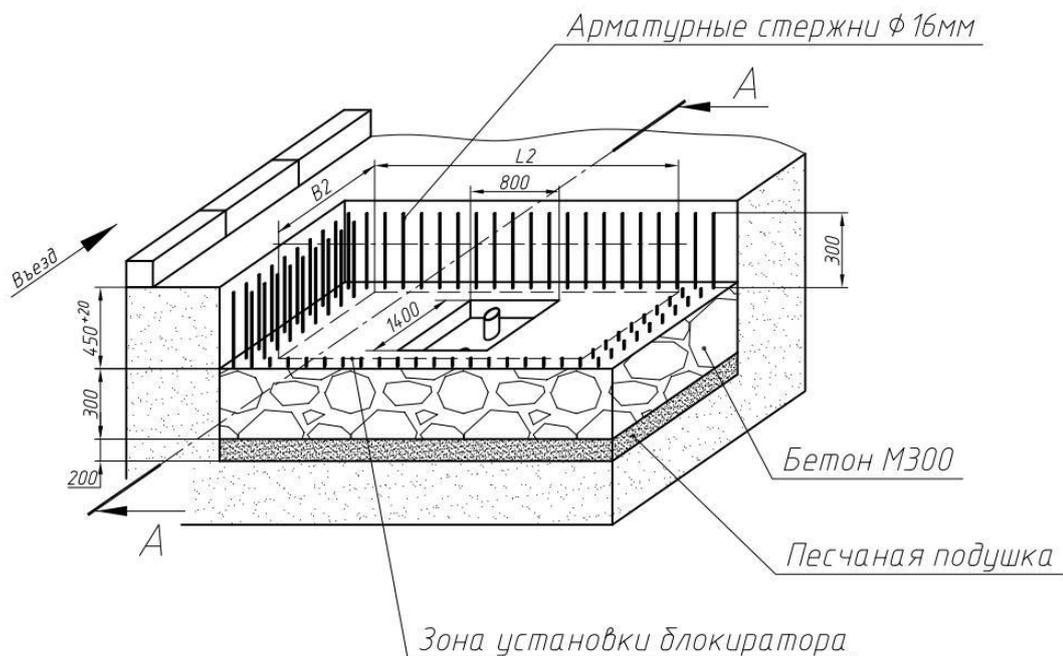

Рисунок 4.1
- 4.1.9 Выложить армирующую сетку слоями, перевязанными между собой с шагом 100 мм (2 слоя при толщине бетона 300мм). Вне зоны установки блокиратора "выпустить" вертикальные стержни арматуры на высоту 300мм над уровнем бетонного основания (рис. 4.1).